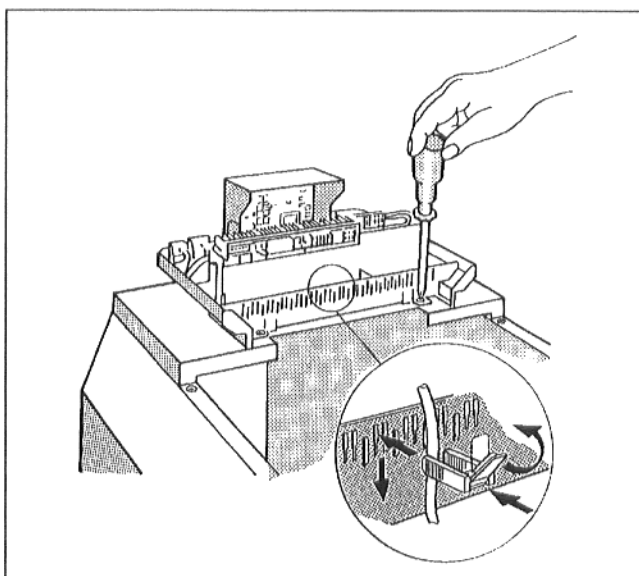

Fig. 16
- Fissare l'apparecchio di regolazione con due viti sulla copertura anteriore della caldaia (Fig. 16).
- Assicurare tutte le linee con fascette serracavo: inserire dall'alto la fascetta con la linea posata nelle fessure del telaio porta bracciali. La costola della leva deve indicare verso l'alto. Spingere verso il basso le fascette serracavo e fare pressione. Tirare la leva verso l'alto (Fig. 16).